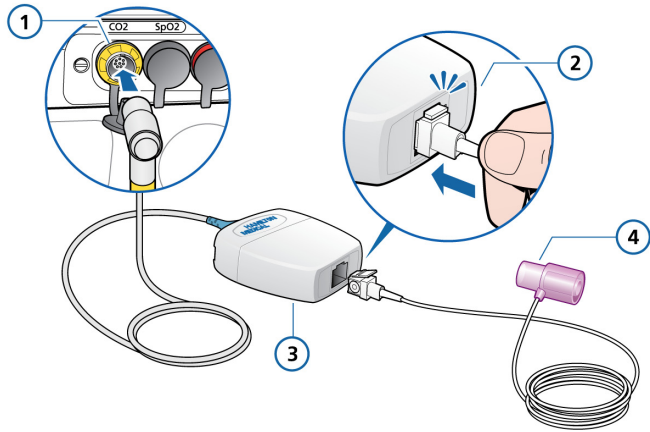

图 2-11. 将样品管插入二氧化碳模块
1. 将 LoFlo™ 旁流式二氧化碳模块线缆插入二氧化碳选项板连接器（黄色），注意连接器上的导向指引。线缆卡入到位。请参阅图 2-11。
2. 如图 2-11 所示，将样品管插入二氧化碳模块。连接器卡入到位。